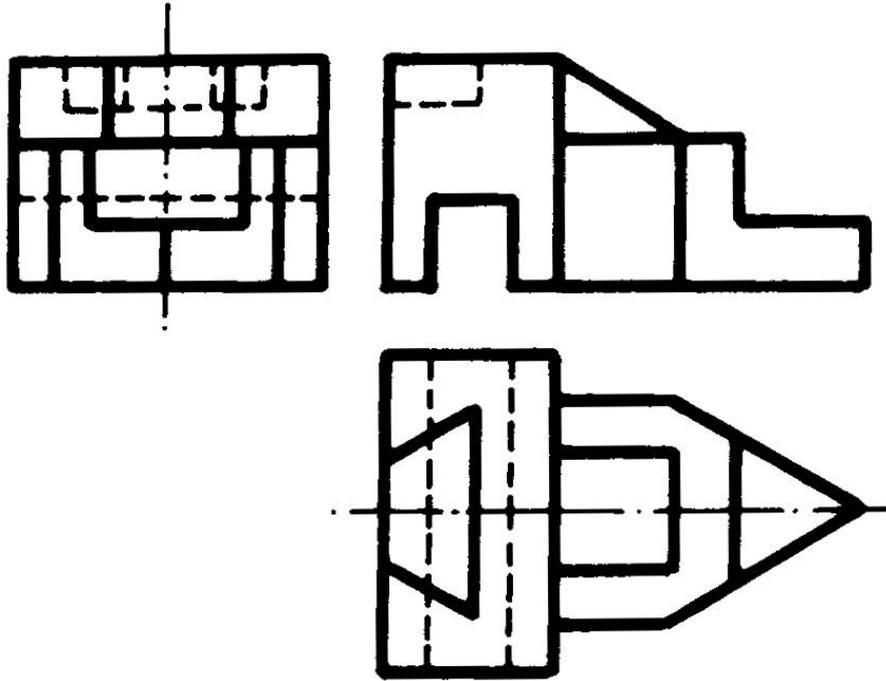

Figura 6. Vistas de la pieza del ejercicio 2e
- e) Dadas las vistas diédricas de una pieza (Figura 6), dibujar la perspectiva isométrica correspondiente, a mano alzada (1 punto).